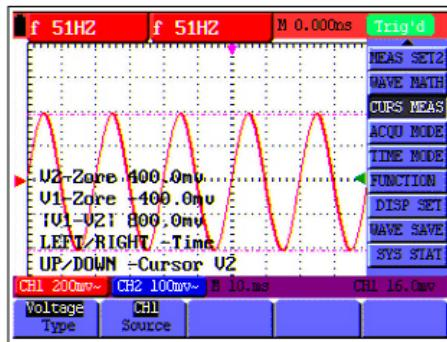

Figura 24.- Uso del cursor para una medida de voltaje.
6. Pulse la tecla **OSC OPTION** repetidamente hasta que el mensaje **▲/▼ CURSOR 2** aparezca en pantalla. Pulse entonces **OSC ▲ / OSC ▼** y verá que la línea interrumpida **V2** se desplaza arriba y abajo mientras el valor del voltaje medido de **V2** en relación a la posición cero de CH1 aparece en pantalla. Además, los valores absolutos de **V1** y **V2** se pueden visualizar en pantalla. (Ver Figura 24).